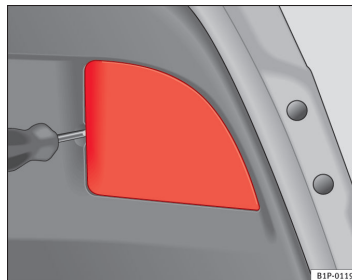

Fig. 171 Lygter på bagklappen
- Fjern afdækningen ved hjælp af en skruetrækker ⇒ Fig. 171. ►